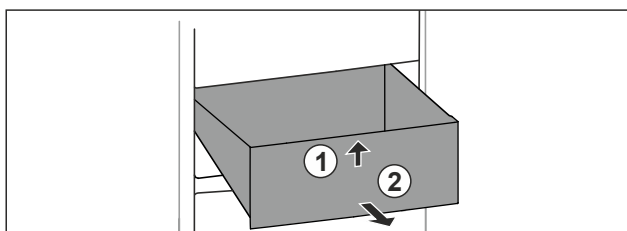

Fig. 105
- ▶ Unieść szufladę z przodu. Fig. 105 (1)
- ▶ Wyjąć szufladę do przodu. Fig. 105 (2)